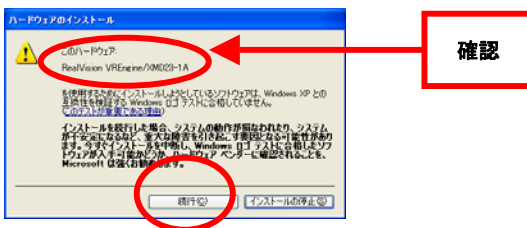

図 4.1-4 デジタル書名の確認
- (6) 図 4.1-4のダイアログが検出されたボードの数だけ表示されますのでボードの種類を確認の上【続行(C)】をクリックします。